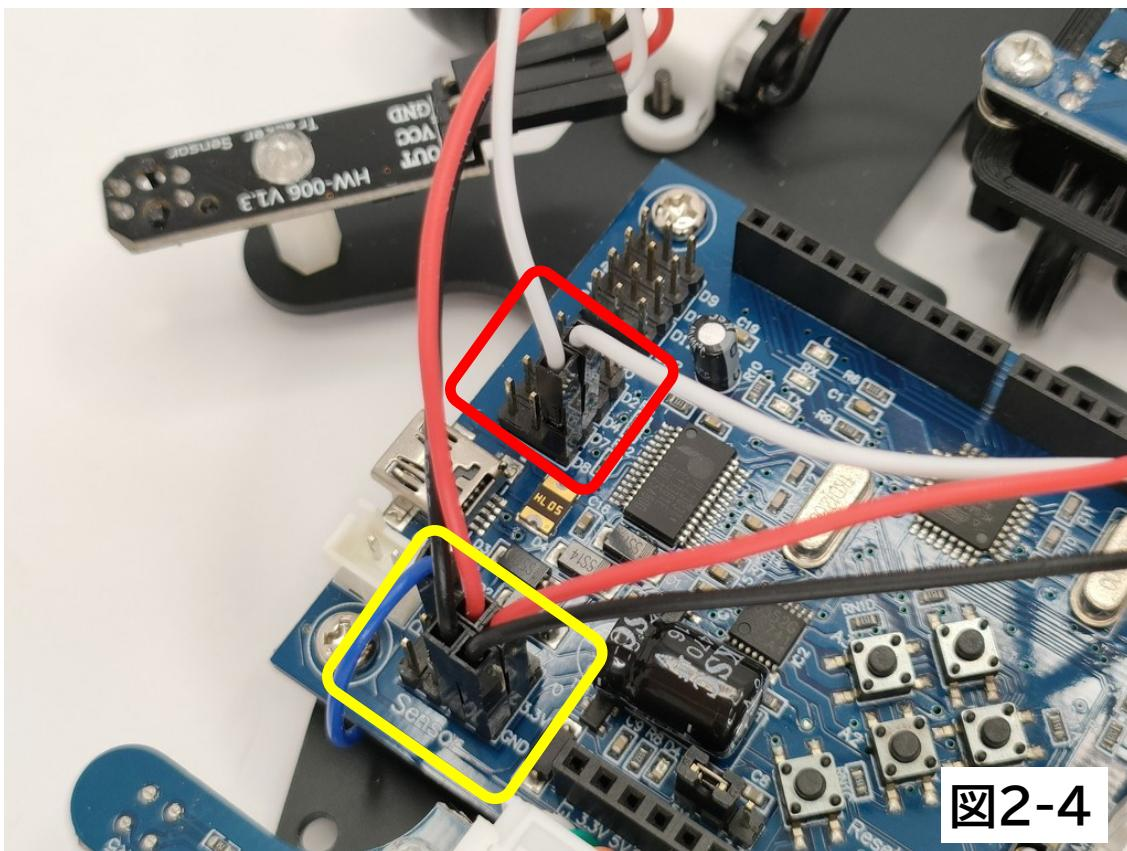

図2-4
3. 図2-4のように「マーカーセンサ基板」を赤い枠に「ジャンプワイヤー白」、黄色い枠に「ジャンプワイヤー赤」と「ジャンプワイヤー黒」を「結線図」を参考に接続します。